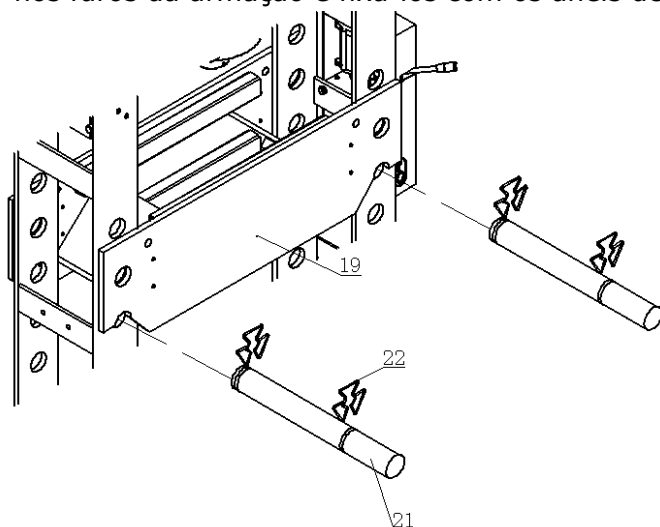

Fig. 6
Ajustar a mesa de prensagem (19) na altura correta, inserir depois parafusos de segurança (21) nos furos da armação e fixá-los com os anéis de segurança (22). (Fig. 6 e 7)